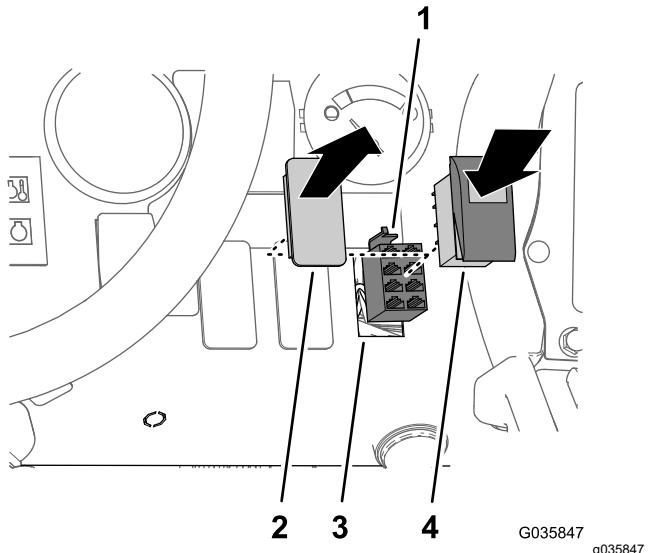

图 35
2. 将标记为超声波模式手动与自动的超声波喷洒臂修整套件线束的8插槽接头连接至摇臂开关图 35。
3. 将摇臂开关插入仪表板的开口直至开关牢固卡入仪表板图 35。
1. 在图 35 所示的位置处拆下仪表板中的开关塞。